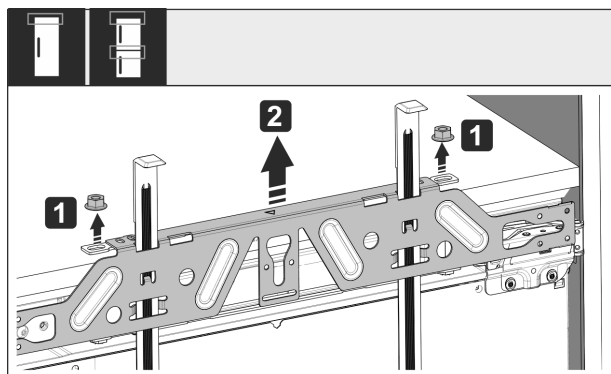

Fig. 55
- Desserrer les contre-écrous Fig. 55 (1).
- Retirer la traverse de fixation Fig. 55 (2).